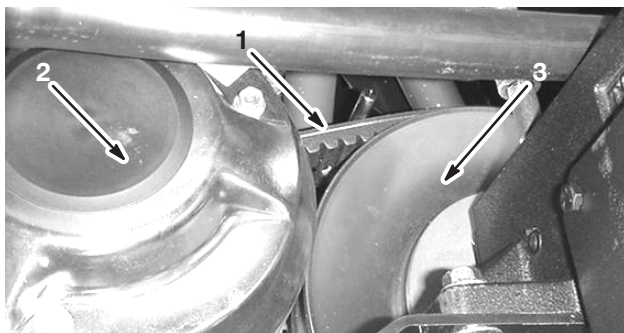

Bild 52
1. Drehen Sie den Riemen und verlegen ihn über die sekundäre Kupplung (Bild 52).
2. Entfernen Sie den Riemen von der Hauptkupplung (Bild 52).
3. Legen Sie den neuen Riemen auf die Hauptkupplung (Bild 52).
4. Drehen Sie den Riemen und verlegen ihn über die sekundäre Kupplung (Bild 52).